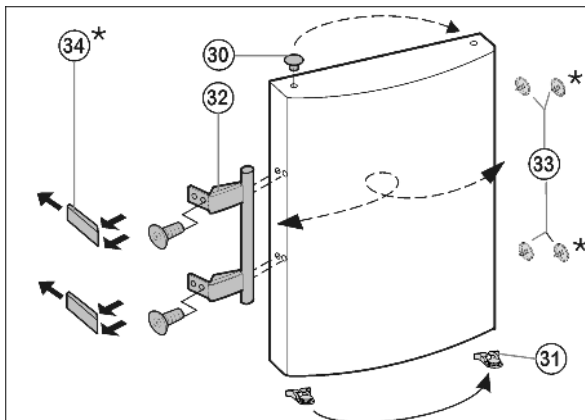

Fig. 8
- ▶ Til Fig. 8 (30) de stop uit de deurlagerbus en plaats hem om.
- ▶ Demonteer deurgreep Fig. 8 (32), stop Fig. 8 (33) en drukplaten* Fig. 8 (34) en monteer ze aan de tegenoverliggende kant.